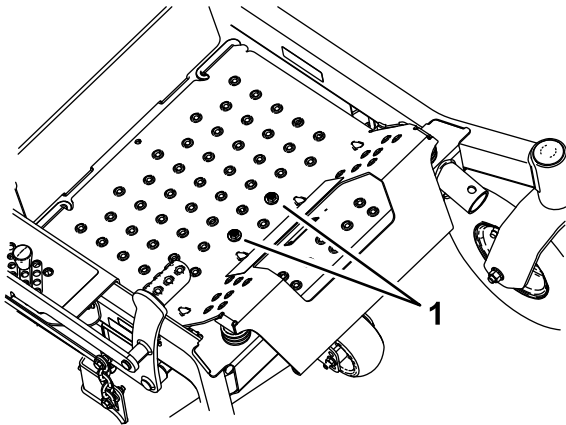

Bild 39
1. Entfernen Sie die Bodenplatte und die an ihr befestigten Schrauben (Bild 39).